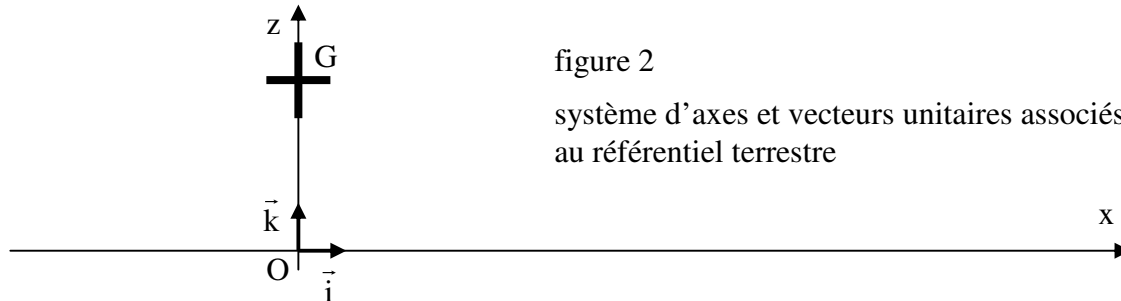

figure 2
On suit le déplacement du centre de masse G de la montgolfière. On se place dans le référentiel terrestre supposé galiléen muni d'un repère d'espace (O, \vec{i} , \vec{k}) présenté sur la figure 2. L'origine au point O est au niveau du sol, au point de décollage de la montgolfière.
- 1.2.1 Représenter les deux forces s'exerçant sur la montgolfière dans le cas où elle est immobile dans le référentiel terrestre, sans souci d'échelle en utilisant le système d'axes de la figure 2. Justifier.